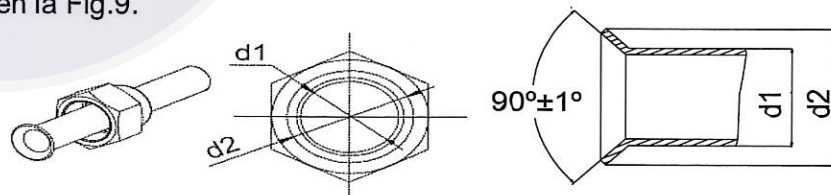

Fig.9
- (1) Corte la conexión de la tubería con el cortador de tubería y remueva las rebabas.
- (2) Sujete la tubería hacia abajo para prevenir cortes en la entrada de la tubería.
- (3) Remueva las roscas de llama a la válvula de detención de la unidad interior, después insértelas a la tubería de conexión, después de eso, encienda la conexión de la tubería con una herramienta de flama.
- (4) Revise si la parte de la flama se propaga eventualmente y no existen grietas, como se muestra en la Fig.9.